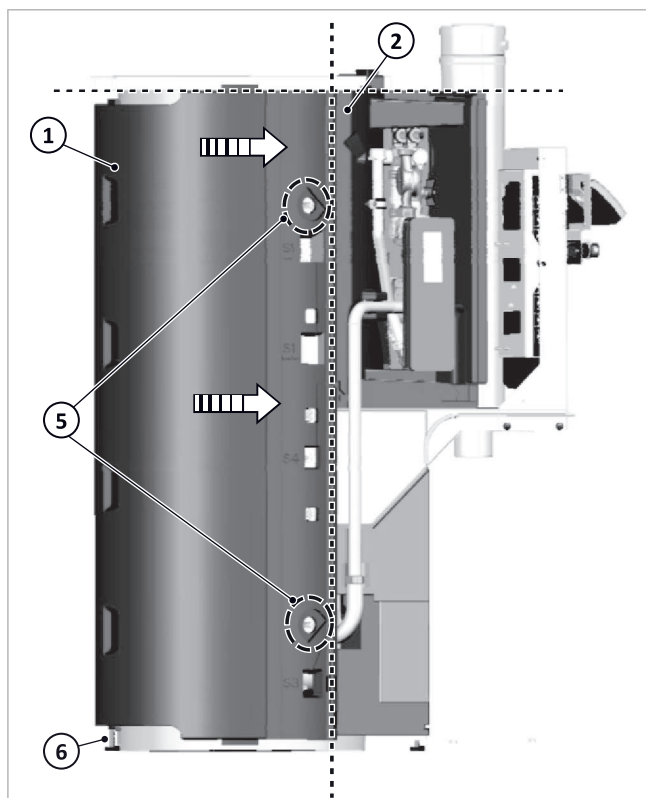

Abb. 18: Hintere Behälterisolierung anlegen
3. Mittels abgewinkelter Unterlegscheibe (3) und Schraube (4) die Behälterisolierung am Behälter oben und unten → Abb. 18 (5) fixieren.
- gerader oberer Abschluss der hinteren Behälterisolierung → Abb. 18 (1) mit der Stationenisolierung (2)
- bündig in der Senkrechten zur Stationenisolierung → Abb. 18 (2) und zur Flanshisolierung ausrichten.
6. Fuß → Abb. 18 (6) bis zum Boden rausdrehen.